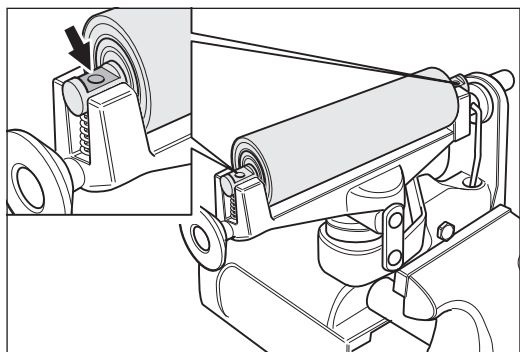

Abb. 52 Einlegen der neuen Spannwalze, wobei die Flächen auf den Wellenenden nach oben zeigen müssen!
- 6 Setzen Sie die Druckfeder und die Spannwalze ein. Achten Sie darauf, dass die Flächen auf den Wellenenden der Spannwalze nach oben zeigen (Abb. 52)!